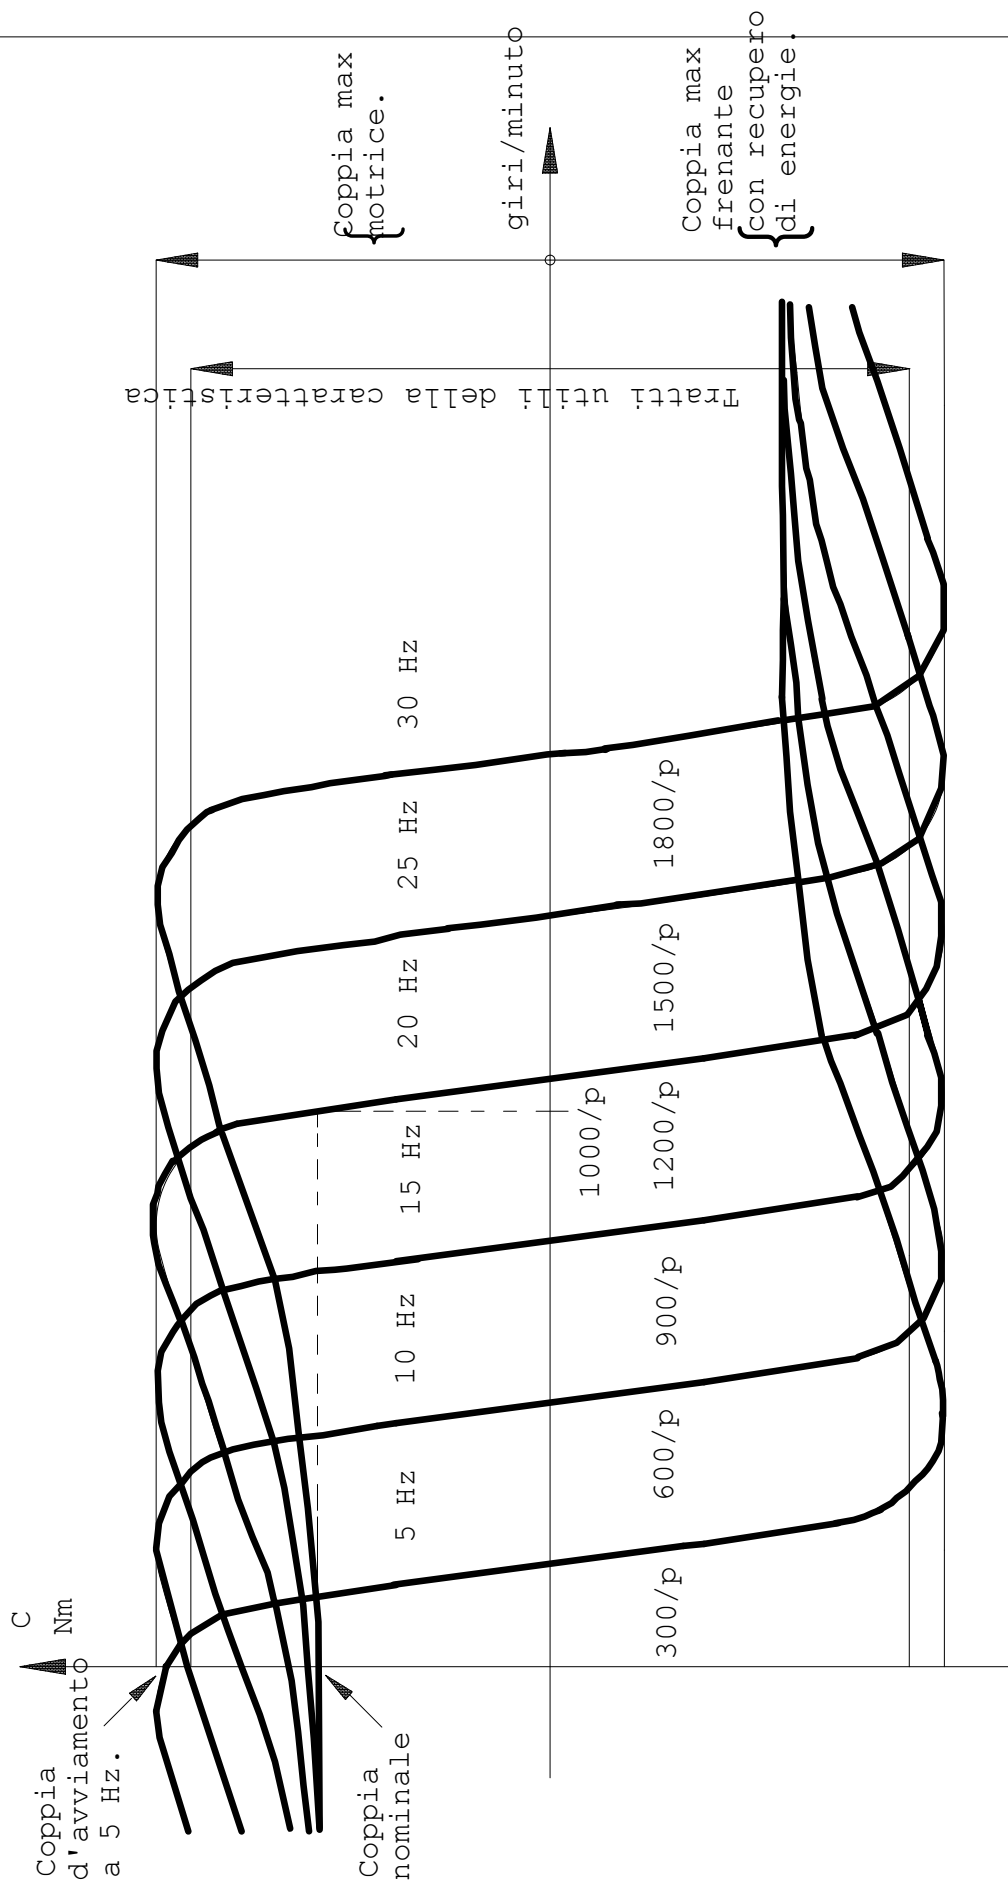

Fig.: 20
- Diagramma della coppia in funzione dei giri/min tracciata per diversi valori della frequenza nel funzionamento a flusso costante (vedi Fig.: 20).